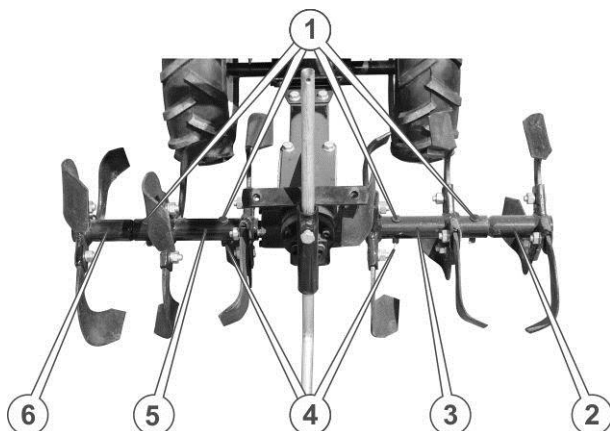

Рисунок 4.6. Роторна ґрунтофреза
7. Встановити основні секції роторної ґрунтофрези на вал для приводу ґрунтофрези – ліву з лівого боку, праву з правого боку, зафіксувати секції від осьового зсуву фіксуючими пальцями й законтрувати швидкознімними шплінтами (див. рисунок 4.6.)
8. У разі необхідності (для збільшення ширини захоплення ґрунтофрези) вставити додаткові секції роторної ґрунтофрези в отвори основних секцій - ліву ліворуч, праву праворуч; зафіксувати секції від осьового зсуву фіксувальними пальцями й законтрувати швидкознімними шплінтами (див. рисунок 4.6.).